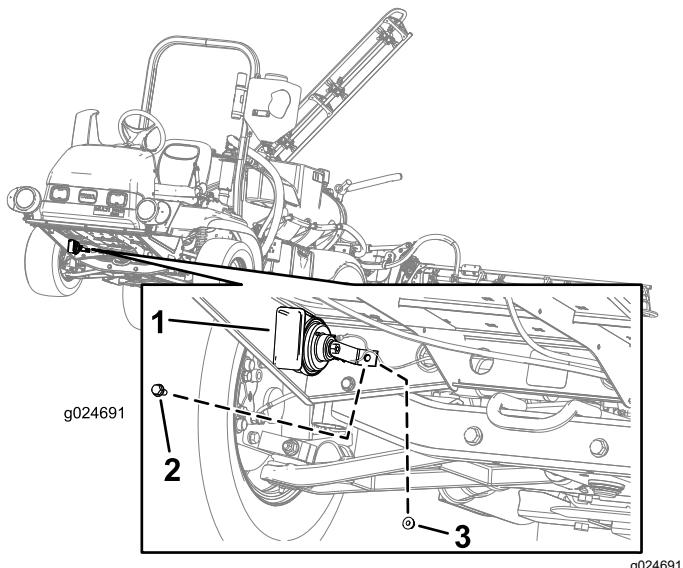

Figura 3
1. Alinee el conjunto del claxon con el taladro situado en el lado derecho delantero de la máquina (Figura 3).
2. Introduzca el tornillo de cabeza hexagonal (5/16-18 x $\frac{3}{4}$ ") por los taladros del conjunto del claxon y el bastidor de la máquina (Figura 3).
3. Instale el conjunto del claxon en la máquina con el tornillo de cabeza hexagonal (5/16-18 x $\frac{3}{4}$ ") y la tuerca con arandela prensada (5/16-18), según se muestra en Figura 3.